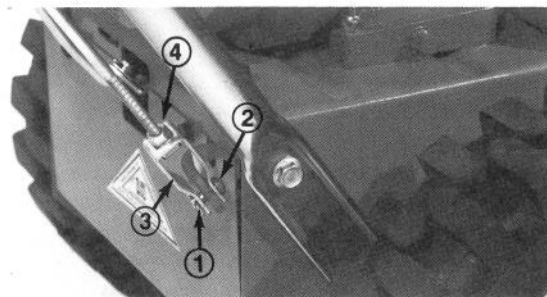

Figure 29
2. Enlevez la goupille fendue et la cheville d'étrier qui maintiennent l'étrier à la tige de commande inférieure (Fig. 29).